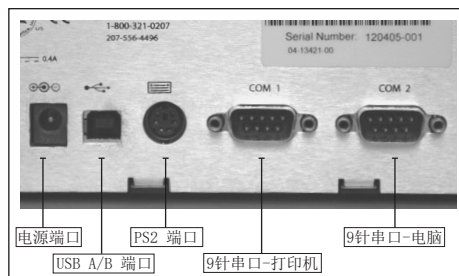

图2: 爱德士SNAPshot DSR读数仪的后面
设置 SNAPshot DSR 读数仪非常简便，只需几分钟时间。PS/2 键盘可通过 PS/2 端口与 SNAPshot DSR 读数仪相连（请见图 2）。利用键盘上的 Tab 和 Enter 键，进行导航，利用字母数字键，输入试剂盒批号、样品批号和操作者。
3. 将电源插头插入SNAPshot DSR读数仪背面的电源端口中（请见图 2）。将电源软线的一端插入电源中，另一端插入 AC 接地插座中。